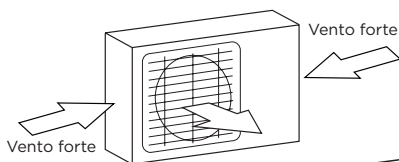

Fig. 4.1
- ☑ Se il luogo è esposto a forti venti (ad esempio: vicino a un mare), l'unità deve essere posizionata contro il muro per ripararla dal vento. Se necessario, utilizzare una tenda da sole. (Vedi Fig. 4.1 & 4.2)